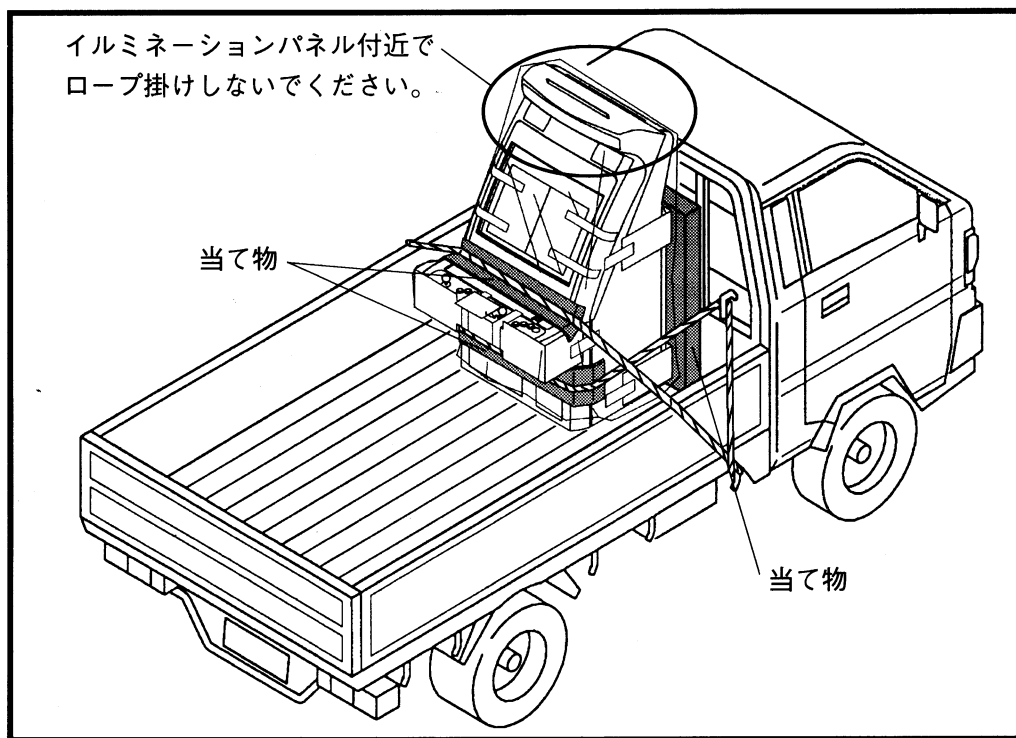

図3：ロープ掛けの一例
- ・車両上でロープを掛けるときには、下図3に指示する箇所ですべて物を使用してしっかりと固定してください。
- ・また、上部のイルミネーション付近は、当て物してもロープ掛け禁止です（下図3参照）。